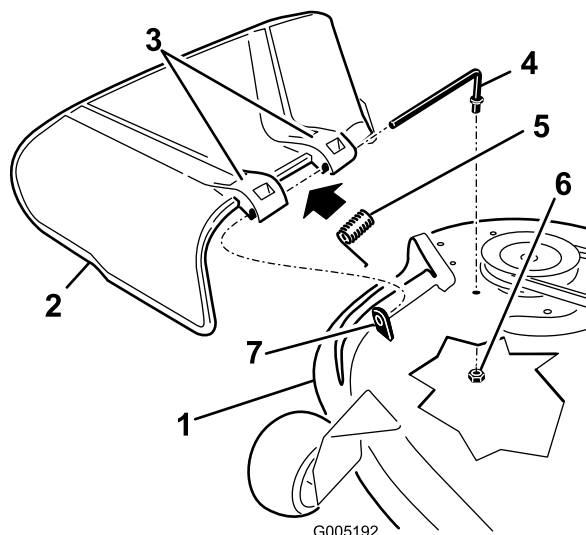

Bild 65
1. Nehmen Sie die Mutter ($\frac{3}{8}$ ") aus der Stange unter dem Mähwerk ab (Bild 65).
2. Schieben Sie die Stange aus dem kurzen Vorsprung, der Feder und dem Ablenkblech (Bild 65).
4. Montieren Sie das Ablenkblech (Bild 65).
7. Schieben Sie die Stange durch die zweite Halterung am Grasablenkblech (Bild 65).
9. Befestigen Sie das hintere Stangenende mit einer Mutter ($\frac{3}{8}$ ") am Mähwerk, wie in Bild 65 abgebildet.